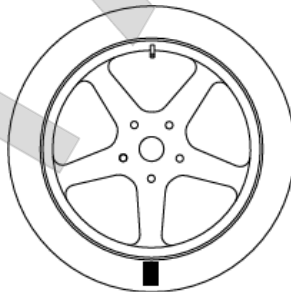

Рис. 5.6 Маркировка шины на 180° относительно клапана
5. Снимите колесо с вала, передвиньте шину относительно диска так, чтобы метка находилась на 180° относительно клапана (ниппеля) (см. рисунок 5.6);